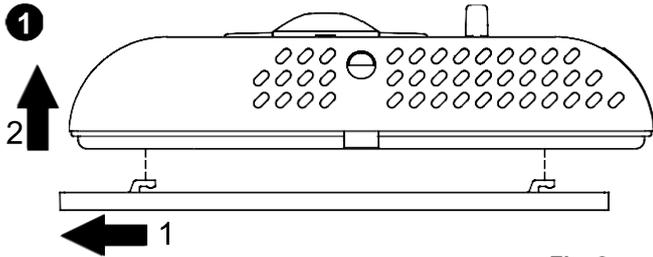

Fig. 2
- ❶ Décrocher la plaque fixée sur le socle du thermostat en la poussant vers la gauche, afin de libérer les ergots indiqués sur la Fig. 2.